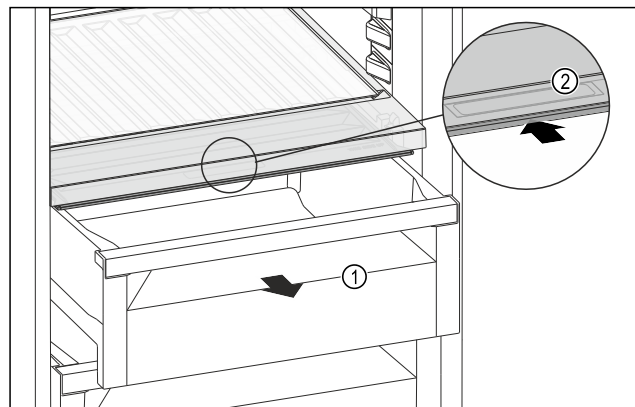

Fig. 181
- ▶ Húzza ki a fiókot Fig. 181 (1).
- ▶ Fogja meg a sülyesztett fogantyút Fig. 181 (2) a rekeszfedélen, és ezzel egy időben tolja hátra a rekeszfedelet.